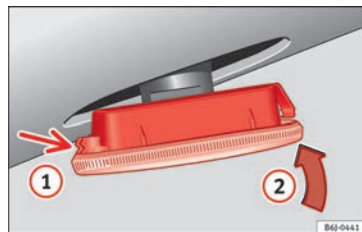

Abb. 193 Seitlicher Blinker.
»» Abb. 193, Pfeil ①.
- Die Lampe in Pfeilrichtung ② »» Abb. 193 einsetzen.